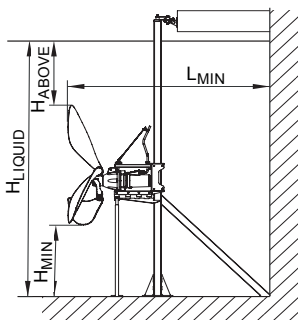

Рис. 8 Схема монтажа образователей потока
- Расстояние между краем лопасти пропеллера и дном резервуара H_{MIN} (см. рис. 8) должно быть равным 50 см.
- Расстояние от поверхности жидкости до края лопасти пропеллера H_{ABOVE} (см. рис. 8) должно быть не менее 0,75 диаметра пропеллера.
- Расстояние между краем лопасти пропеллера и поверхностью стены позади образователя потока L_{MIN} (см. рис. 8) должно быть не менее двух диаметров пропеллера.